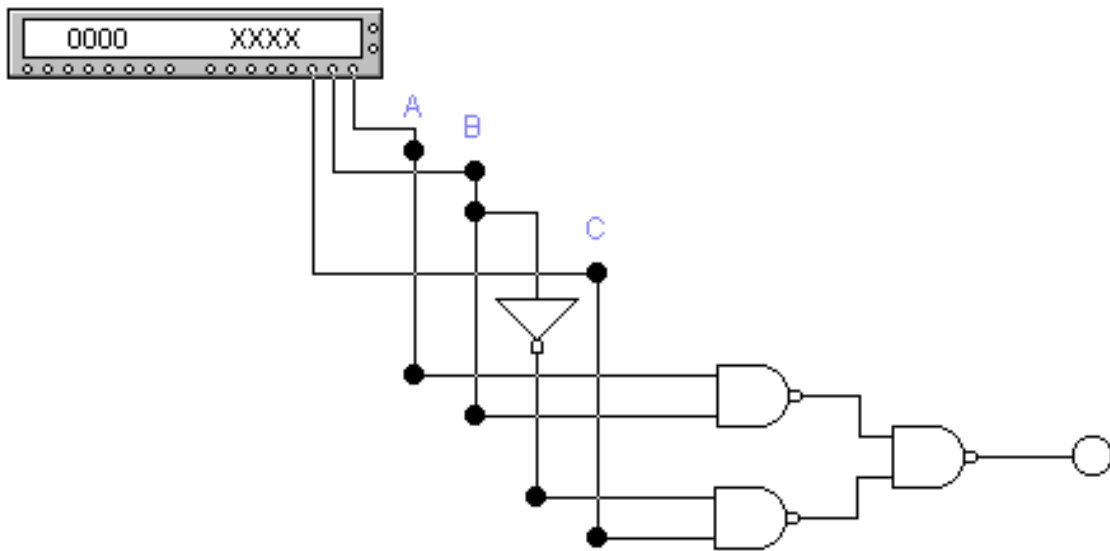

Рисунок 7.3 – Схема підключення генератора слів
- 4 До схеми підключити генератор слів (рис.7.3), запрограмований на формування 7 слів, відповідаючи числам від 0 до 7: 0=000; 1=001; 2=010; 3=011; 4=100; 5=101; 6=110; 7=111.